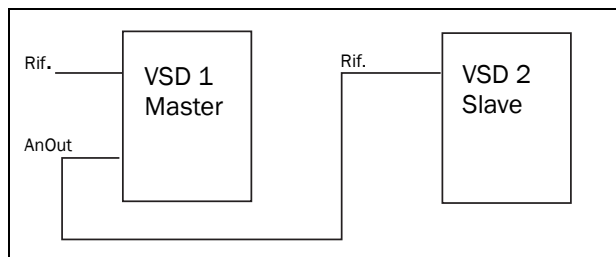

Fig. 93
- segnale di riferimento per il VSD successivo in una configurazione Master/Slave (vedere la Fig. 93).